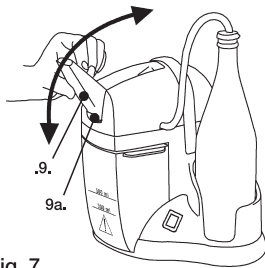

Fig. 7
- 3.9** Ruotate il bocchettone (.9.) nella posizione più idonea all'applicazione (fig. 7) e verificate la presenza del diaframma (.9a.) all'interno del bocchettone.